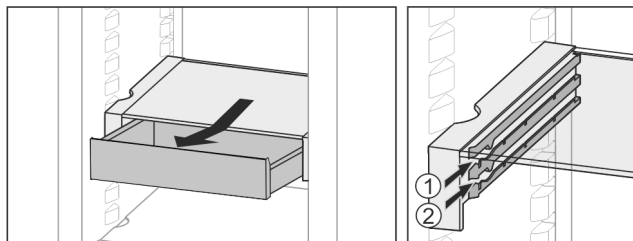

Fig. 24
- Вставити на будь-якій висоті Fig. 24 (1) або Fig. 24 (2).